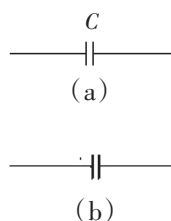

图 2-9
(1) 认识电路图中的电容器。电容器是一种能够储藏电荷的元件,也是最常用的电子元件之一,它在电路中的符号如图 2-9(a)所示,用英文字母 C 来表示(图 2-9(b)所示为电解电容符号)。